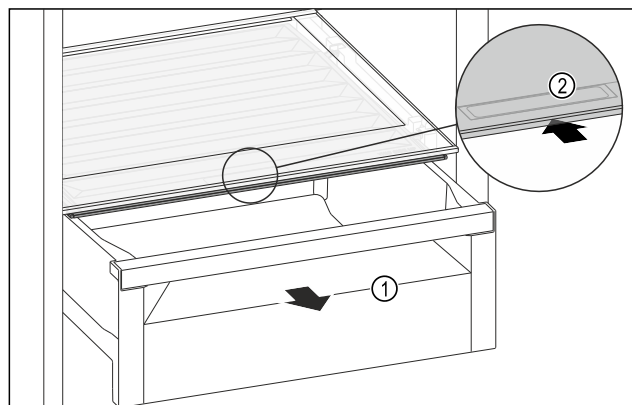

Fig. 140
- Schubfach Fig. 140 (1) herausziehen.
- Griffmulde Fig. 140 (2) am Fachdeckel anfassen und Fachdeckel gleichzeitig nach hinten schieben.